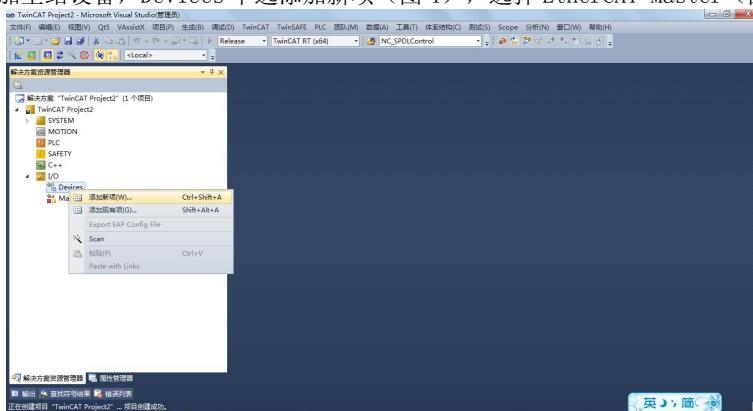
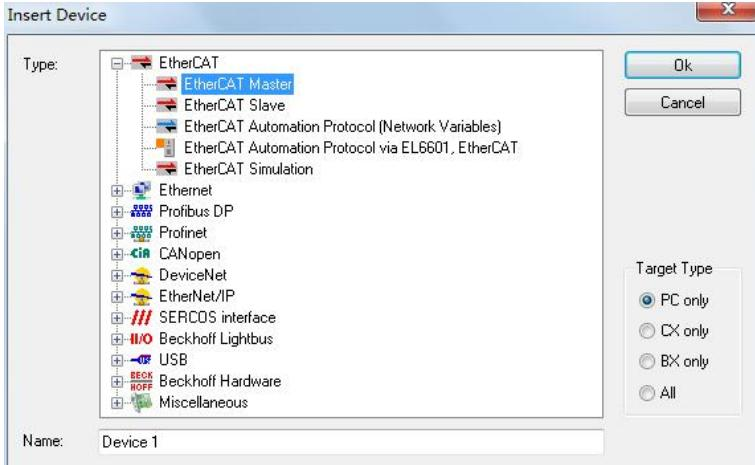

图 4
图 5
5、添加主站设备，Devices 下选添加新项（图 4），选择 EtherCAT Master（图 5）。